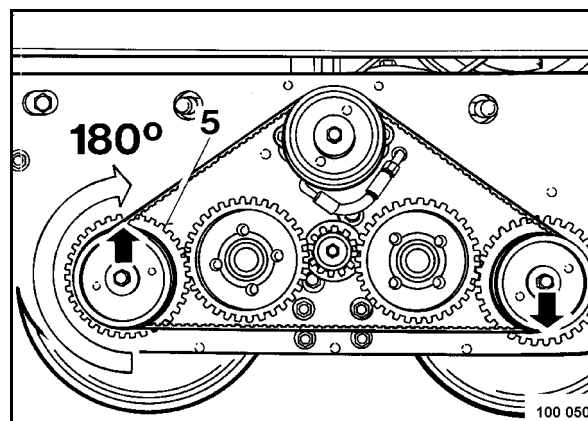

рис. 69
- Провернуть вибривал 5 (рис. 69) вверх точно на 180° и в этом положении установить новый зубчатый ремень.